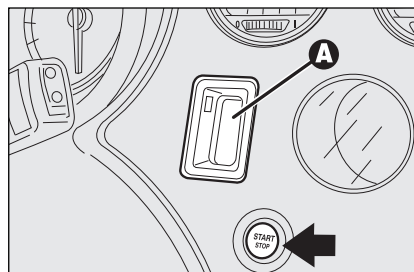

fig. 14
- lezer **A-fig. 14** van de elektronische sleutel (naast het stuur);